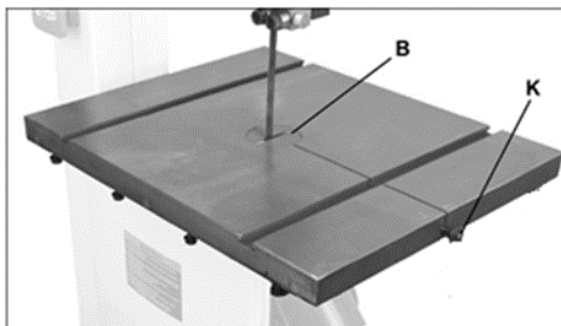

Рис. 4
2. Вытяните штифт стола (К, Рис. 4) из гнезда и снимите вкладыш стола (В).